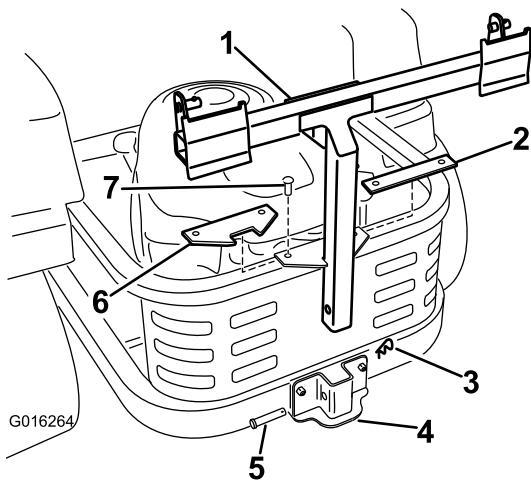

Figure 5
4. Montez la nouvelle plaque comme illustré à la Figure 5 avec les fixations retirées précédemment.
5. Montez le bâti du système de ramassage sur le support. Fixez le bâti du système de ramassage avec un axe de chape (1/2 x 60 mm) et une goupille fendue (Figure 5).